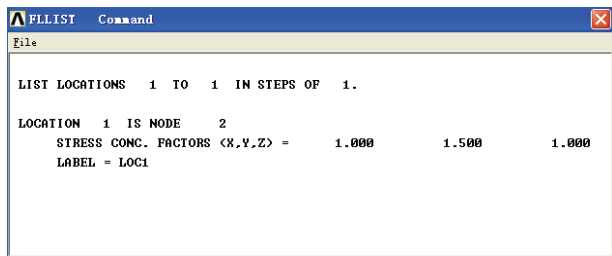

图 7-33 疲劳应力位置列表显示
12) 选择 Main Menu | General Postproc | Fatigue | List Stress Loc 命令, 出现 List Stress Locations 对话框, 在 NLOC1 Starting location no.输入栏中输入 ALL, 单击 OK 按钮, ANSYS 程序将列表显示疲劳位置, 如图 7-33 所示。